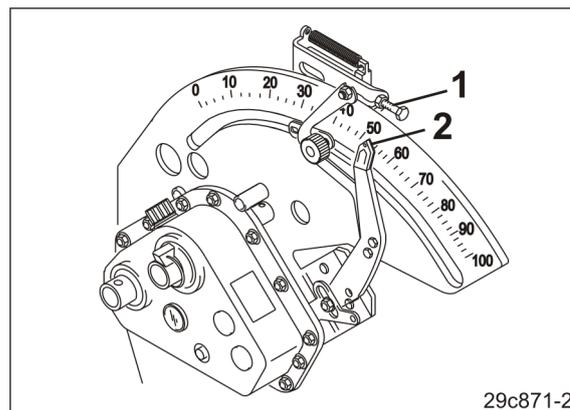

Рис. 162
3. При помощи регулировочного винта (Рис. 162/1) установите стрелку (Рис. 162/2) рычага редуктора на нужное положение редуктора для повышенной нормы высева.
Выкручивание регулировочного винта (Рис. 162/1):
Вкручивание регулировочного винта (Рис. 162/1):